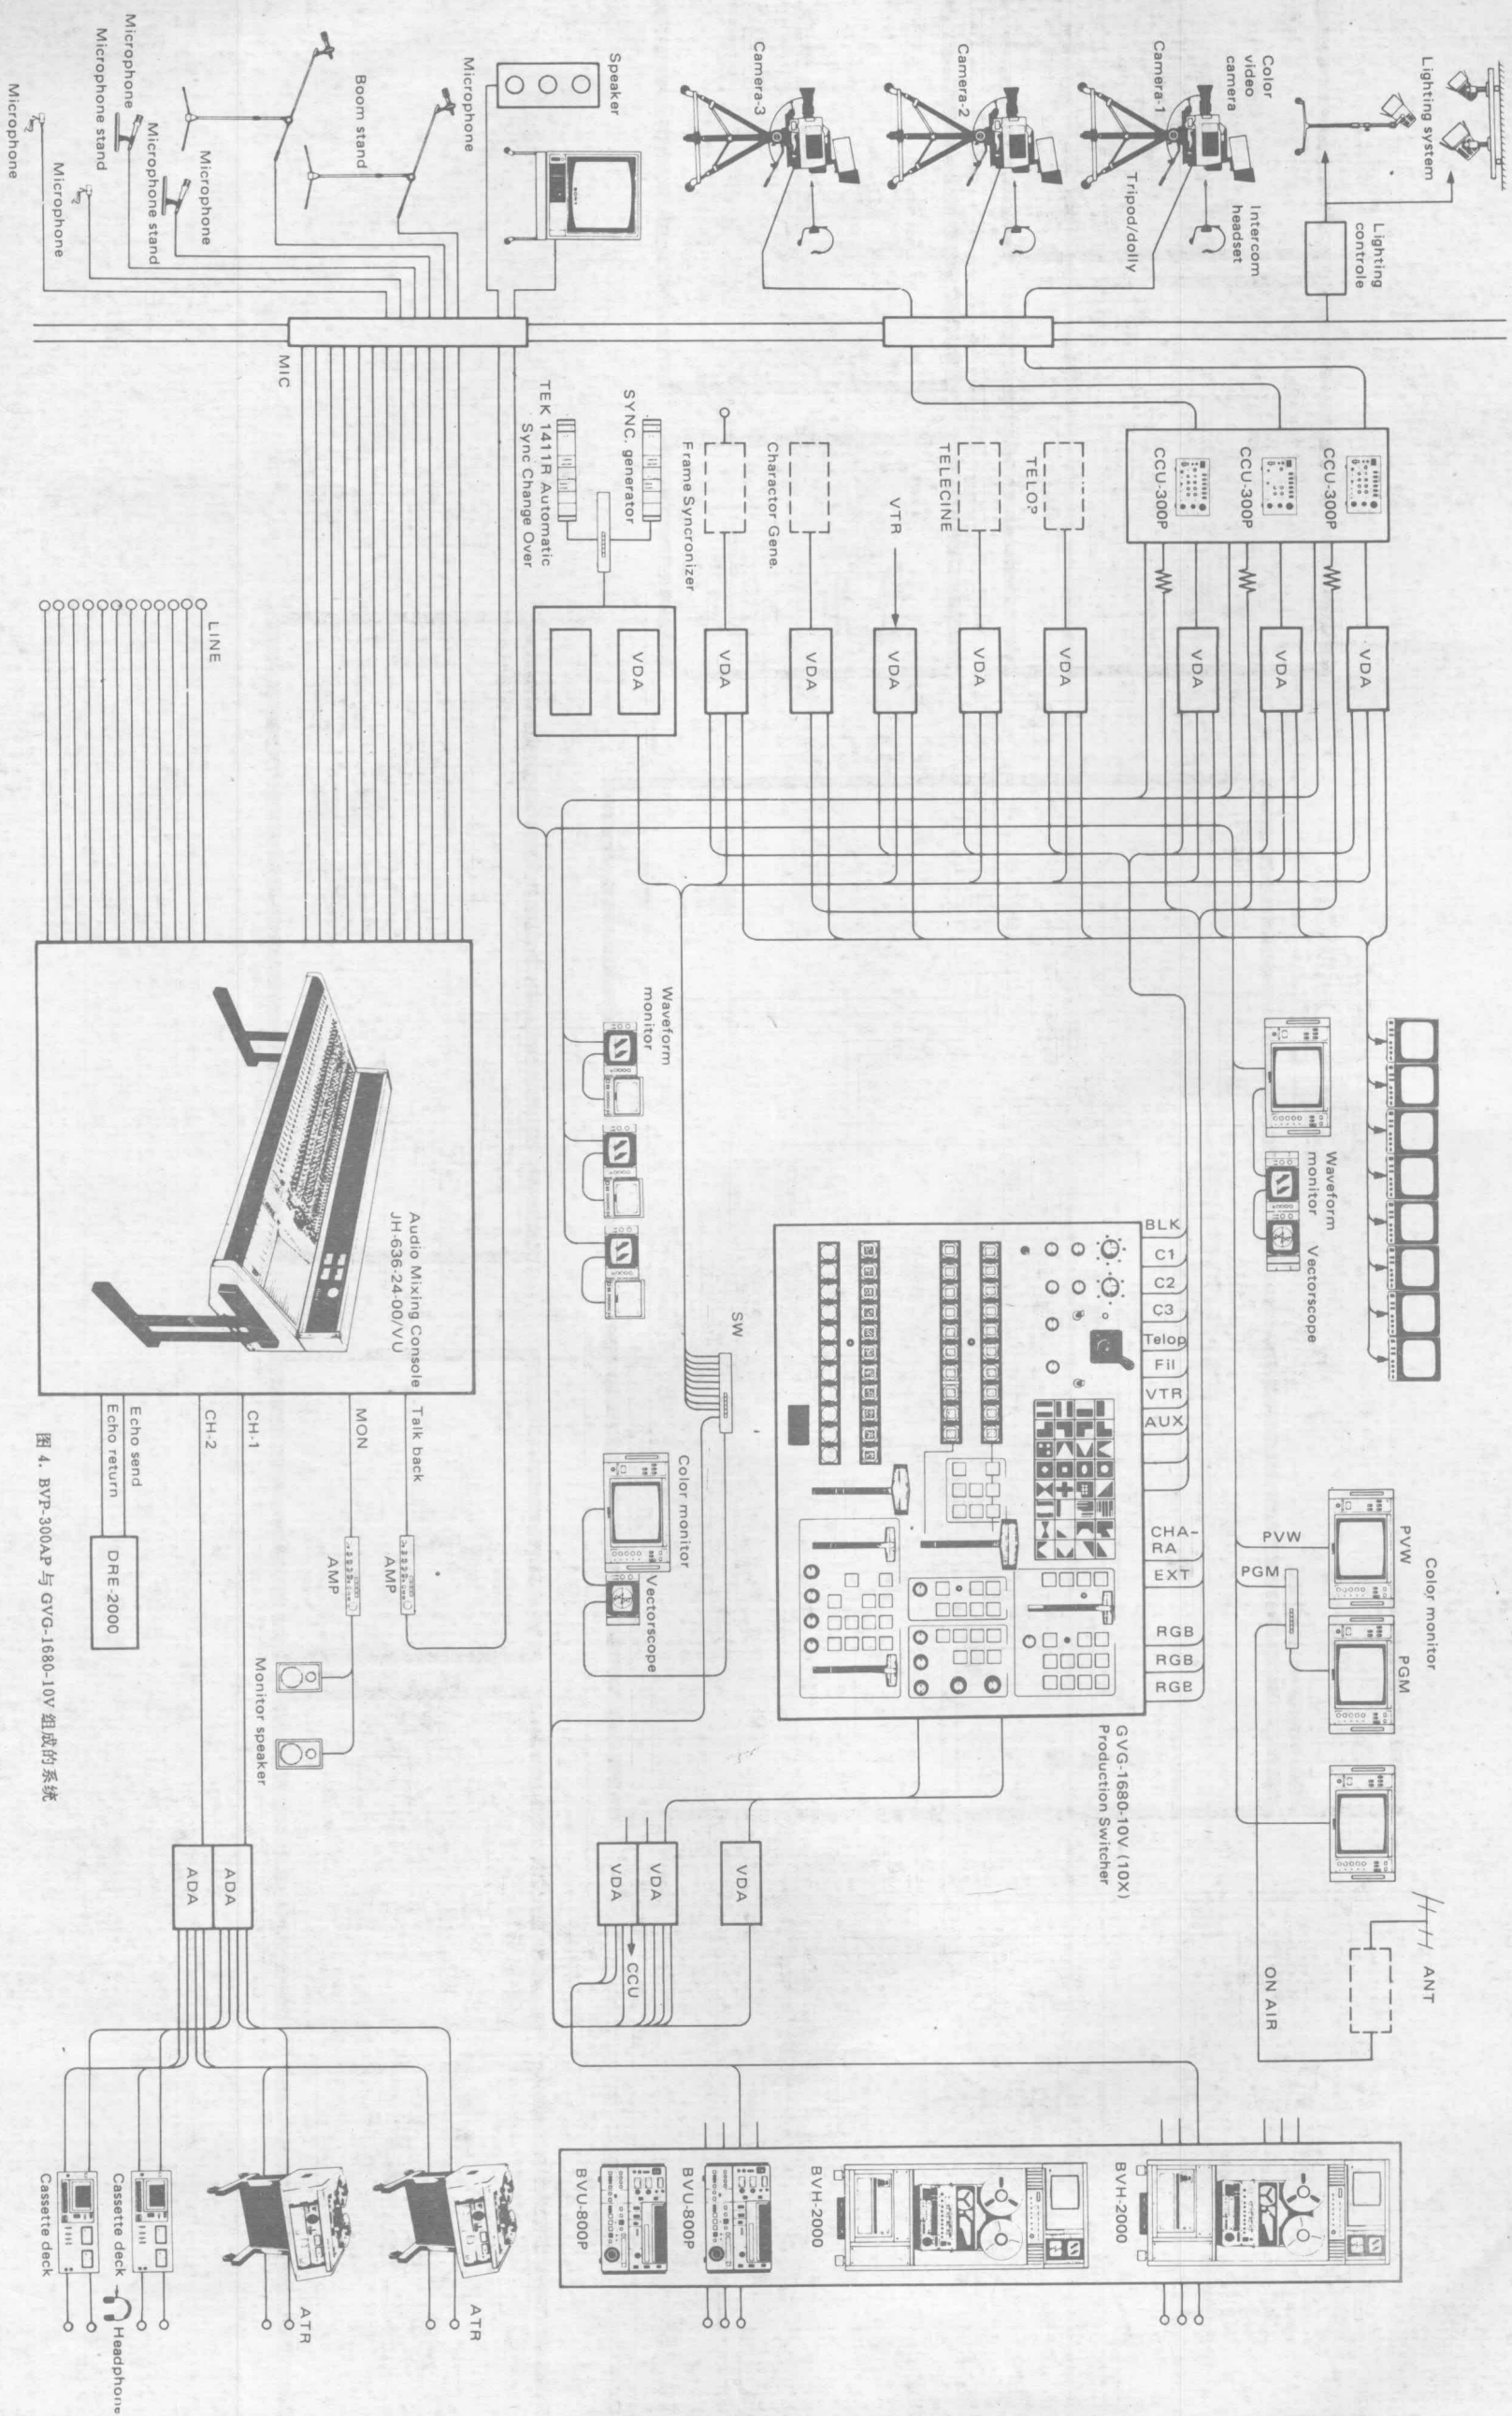

图 4. BVP-300AP 与 GVG-1680-10V 组成的系统
1. 由 SONY 公司 BVP 330AP 型彩色摄像机、CCU-300P 型控制器、GVG 1680 10V 型特殊效果发生器及 BVH 2000 型录像机组成的广播用演播室系统如 11 页图 4 所示。